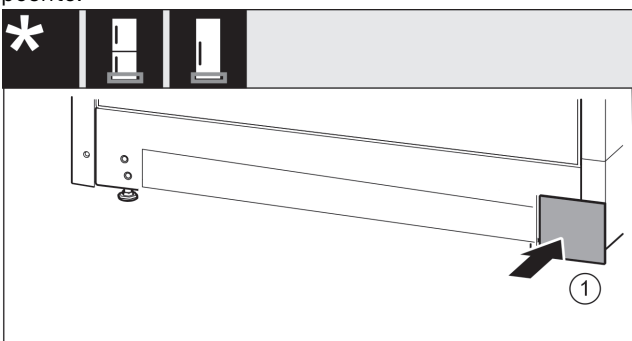

Fig. 19
- Vendosni sërish në vend kapakun mbulues Fig. 19 (1) në anën tjetër.